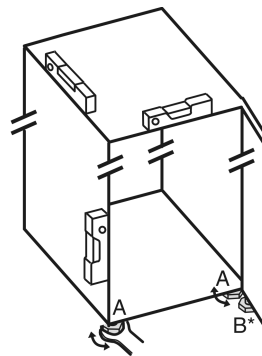

Fig. 4
- ▶ Развивайте регулируемите крачета Fig. 4 (A) с приложения гаечен ключ и с помощта на нивелир, докато уредът се изравни стабилно и хоризонтално.
- ▶ Развийте регулируемото краче Fig. 4 (B) на лагерната стойка с приложения гаечен ключ, докато то опре върху пода.
- ▶ Завъртете регулируемото краче Fig. 4 (B) с още 90°.